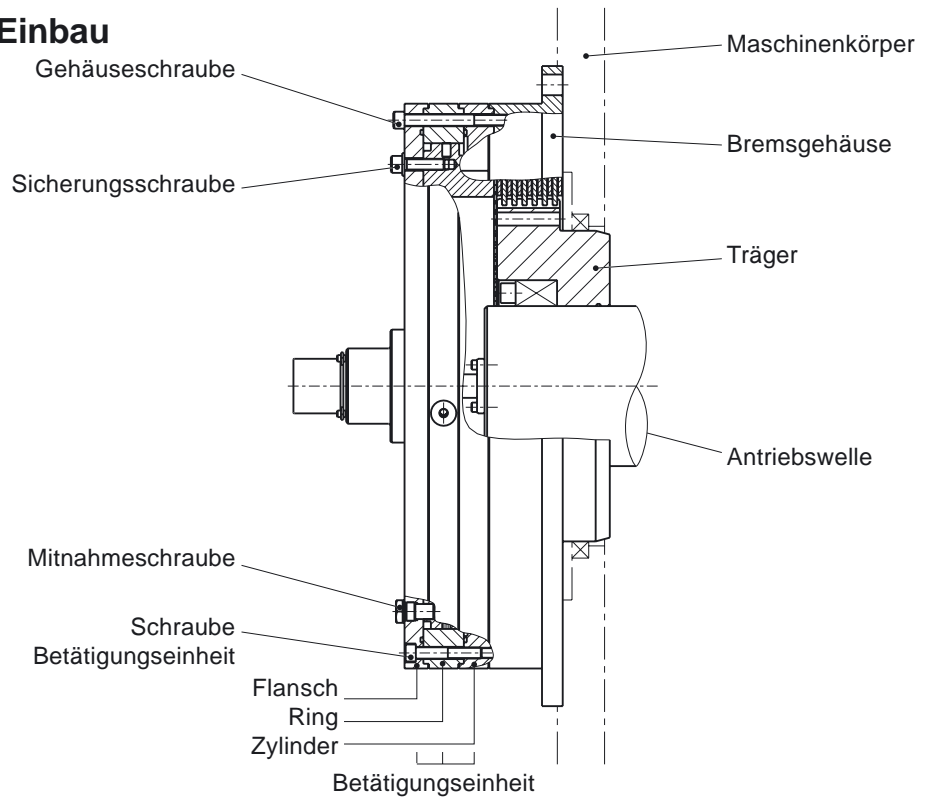

Abb.5: Einbau der Bremse
- **Eine** Mitnahmeschraube aus der Betätigungseinheit entfernen (siehe Darstellung Abb. 5, 6, 7 und 8: Einbau der Bremse).